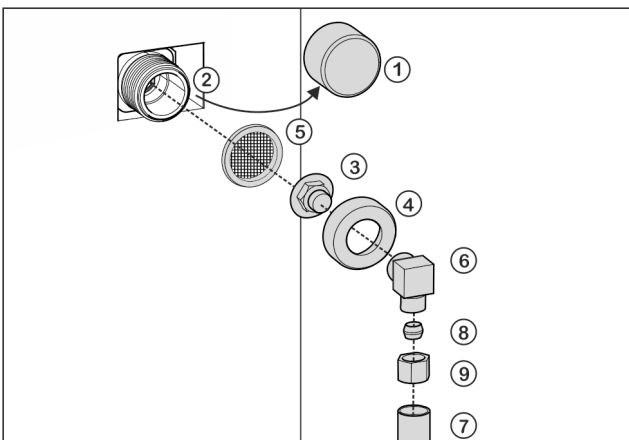

Fig. 26
- ▶ Kappe Fig. 26 (1) vom Magnetventil Fig. 26 (2) abziehen.
- ▶ Verbindungsstück Fig. 26 (3) in die Überwurfmutter Fig. 26 (4) einsetzen.
- ▶ Sieb Fig. 26 (5) mit der Vertiefung nach unten in Richtung Verbindungsstück Fig. 26 (3) einsetzen.
- ▶ Überwurfmutter Fig. 26 (4) mit der Hand auf das Gewinde des Magnetventils Fig. 26 (2) schrauben, bis ein sicherer und fester Sitz erreicht ist.
- ▶ Winkelstück Fig. 26 (6) anschrauben.
- ▶ Wasserleitung Fig. 26 (7) (z. B. 1/4"-OD-Kupferleitung) mit Hilfe von Klemmring Fig. 26 (8) und Mutter Fig. 26 (9) am Winkelstück Fig. 26 (6) anschließen.
- ▶ Wenn notwendig: Wasserleitung Fig. 26 (7) mit dem Rastbügel am Gehäuse fixieren.
- ▶ Winkelstück Fig. 26 (6) zur Seite legen.
- ▶ Wasserleitung Fig. 26 (7) (z. B. 1/4"-OD-Kupferleitung) mit Klemmring Fig. 26 (8) und Mutter Fig. 26 (9) am Verbindungsstück Fig. 26 (3) anschließen.